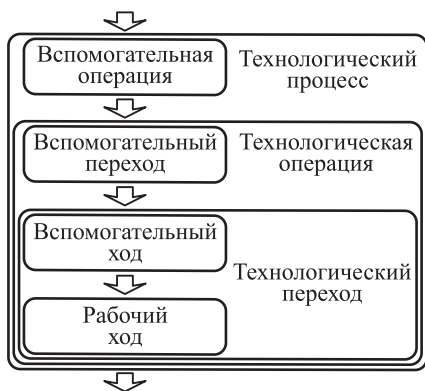

Рис. 1.1. Структура технологического процесса
Обобщенная схема структуры технологического процесса представлена на рис. 1.1. Технологический процесс выполняется рабочими с помощью технологического оборудования, инструментов, приспособлений, размещенных в пространстве (помещении).
1. Ознакомьтесь с основными терминами и определениями, используя ГОСТ 3.1109 «Процессы технологические. Термины и определения» и рис. 1.1.